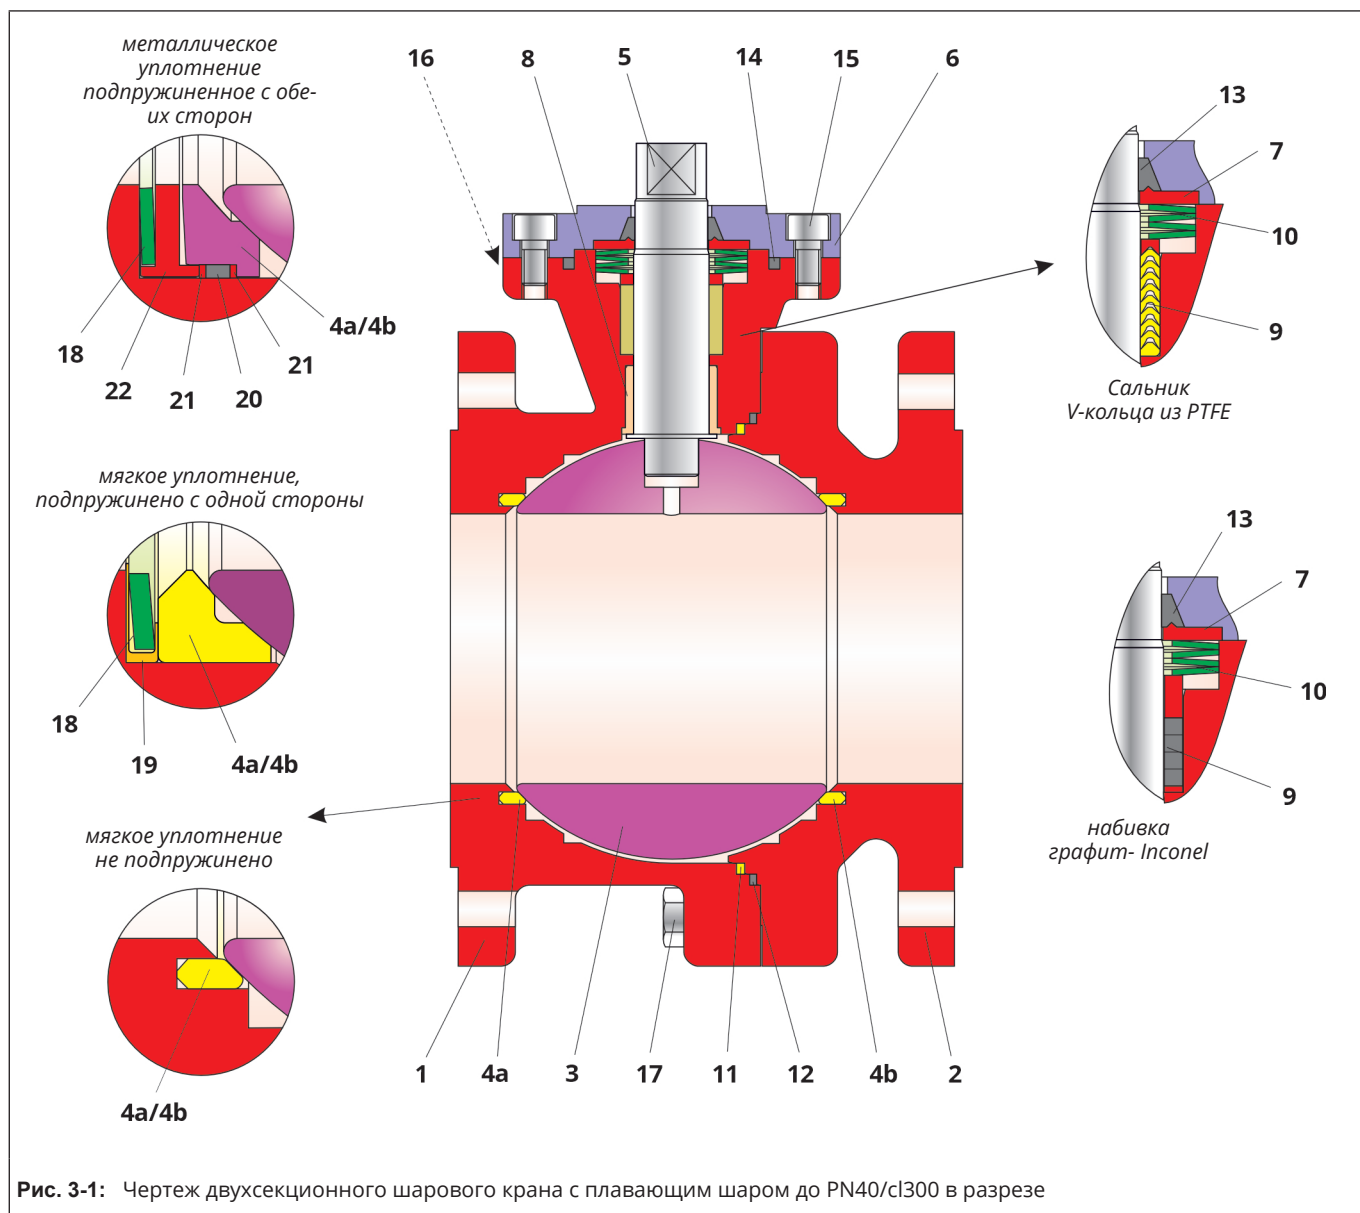

Рис. 3-1: Чертеж двухсекционного шарового крана с плавающим шаром до PN40/cI300 в разрезе
При сборке необходимо соблюдать положение и расположение отдельных деталей, показанное на рис. 3-1.
- ⇒ Слегка смажьте винты (17).
- ⇒ Слегка и равномерно затяните части корпуса винтами (17).
- ⇒ Посредством рабочего вала (5) центрируйте шар (3) в шаровом кране.
- ⇒ Не перекосите рабочий (5) вал и втулку подшипника (8).
- ⇒ Равномерно и поочередно соедините части корпуса винтами (17).
- ⇒ Установите уплотнение сальник V-кольца или графитовое уплотнение (9) на рабочий вал (5) легким вращательным движением и вставьте его в гнездо для уплотнения основного корпуса (1). Расположение V-манжет см. Рис. 3-1.
- ⇒ Установите графитовое уплотнение (9) на установленный рабочий вал (5) легким вращательным движением и вставьте его в гнездо уплотнения на основном корпусе (1), см. рис. 3-1
- ⇒ Поместите комплект тарельчатых пружин (10) на уплотнение (9). Расположение тарельчатых пружин см. рис. 3-1.
- ⇒ Установите втулку (7) на рабочий вал (5) так, чтобы она опиралась на тарельчатые пружины (10).
- ⇒ Осторожно установите угольно-графитовое кольцо (13) через рабочий вал (5) на втулку (7).
- ⇒ Вставьте угольно-графитовое кольцо (14) в паз фланца сальника (6).
- ⇒ Установите фланец сальника (6) на рабочий вал (5) в основном корпусе (1).
- ⇒ Слегка смажьте винты (15).